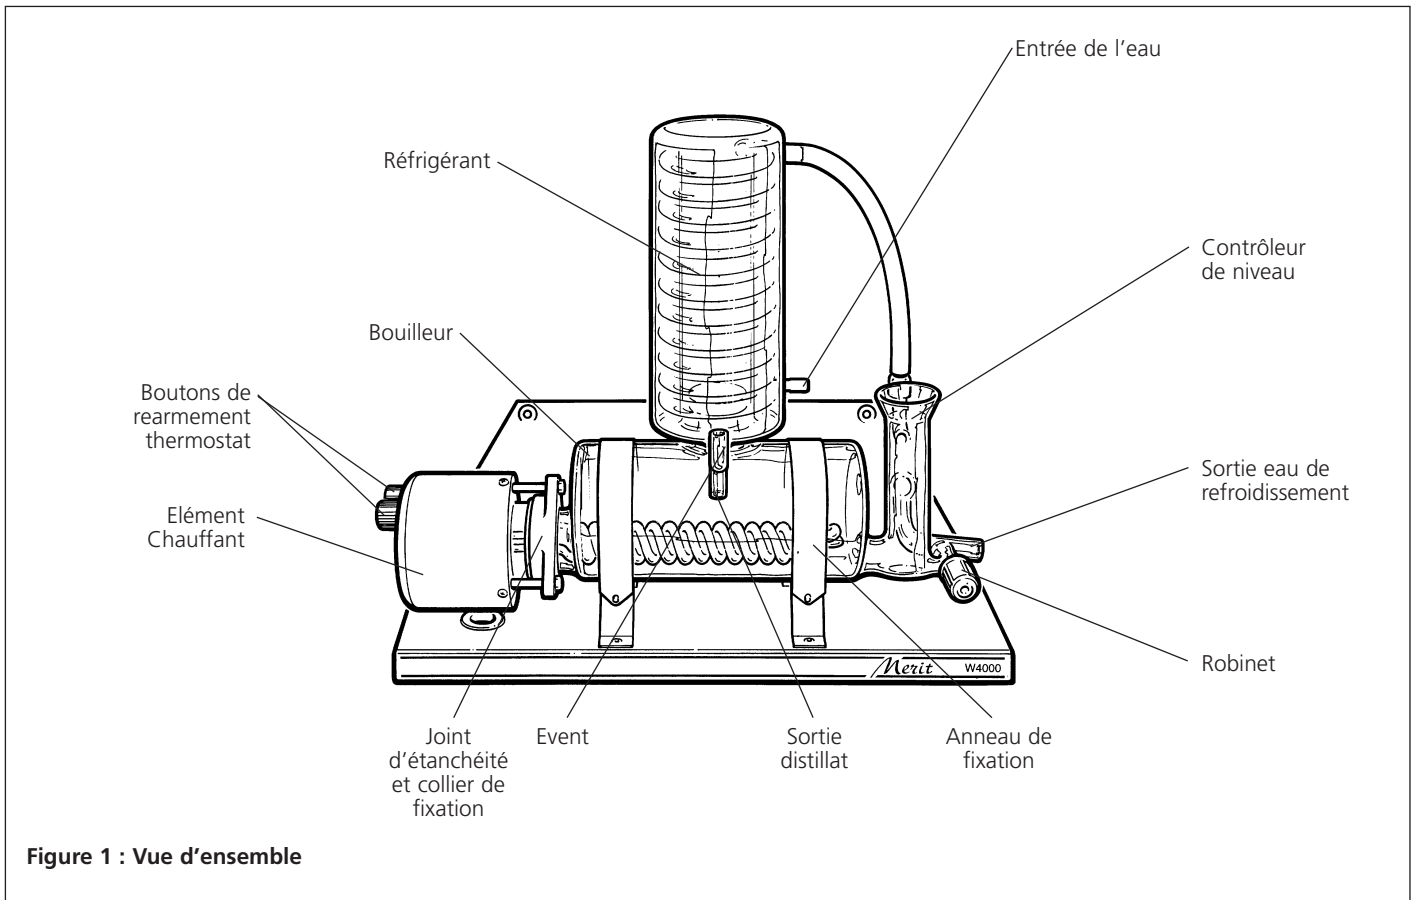

Figure 1 : Vue d'ensemble
6. Dans le jeu de tuyaux, prendre le tube 225mm de long et 8mm de diamètre équipé de connecteurs à vis à ses 2 extrémités. Visser une extrémité du tuyau sur le raccord à vis supérieur du réfrigérant et l'autre extrémité sur le raccord à vis du contrôleur de niveau (voir **figure 1**).